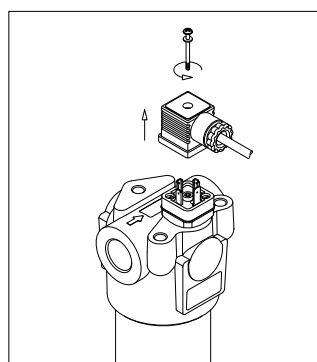

fig. 9
- (Fig. 9) Rimuovere il connettore dell'indicatore differenziale svitando la vite centrale (solo per gli indicatori elettrici)